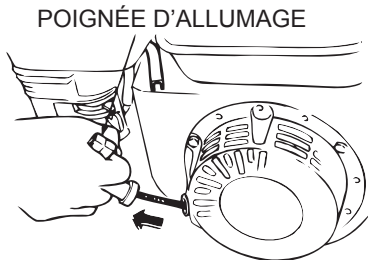

Figure 11. Poignée d'allumage
6. Saisir la poignée du démarreur (figure 11) et la tirer lentement. La résistance devient la plus forte à une certaine position, ce qui correspond au point de compression. Tirer la poignée du démarreur vigoureusement et sans heurts pour le démarrage.